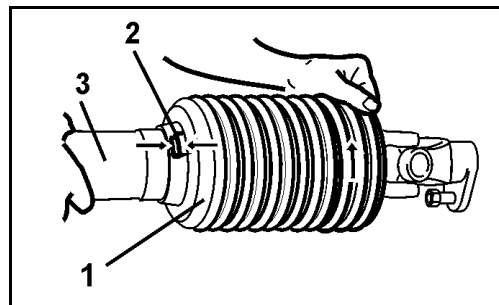

Рис. 46
3. Поверните защитную воронку (Рис. 46/1) в положение для монтажа.
4. Снимите половину защитной крышки (Рис. 46/3).